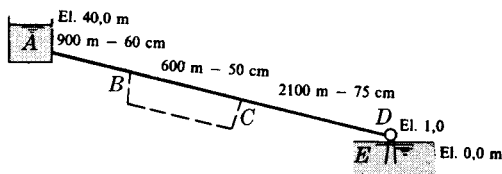

Fig. 8-13
33. En la Fig. 8-13, para una altura de presión en D igual a 30 m (a) calcular la potencia comunicada a la turbina DE . (b) Si se instala la tubería dibujada a trazos en la figura (60 cm y 900 m de longitud), ¿qué potencia podrá comunicarse a la turbina si el caudal es de 540 l/seg? ($C_1 = 120$). Sol. 144 CV, 207 CV